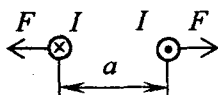

Рис. 1.2
**Задача 1.2.** В результате короткого замыкания в троллейбусной линии ток достиг значения  $I = 1$  кА (рис. 1.2).
**Решение.** Направление усилий, определенное по правилу левой руки, показано на рис. 1.2.